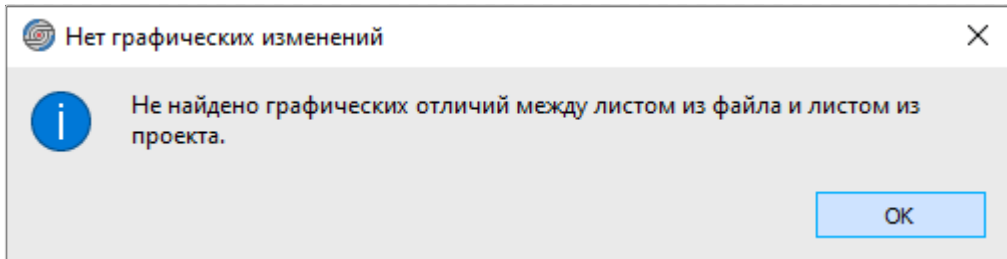

Рисунок 234. Предупреждение об отсутствии отличий
- 2) При отсутствии различий между листом открытого проекта и файлом выводится предупреждающее сообщение (см. рисунок 234).